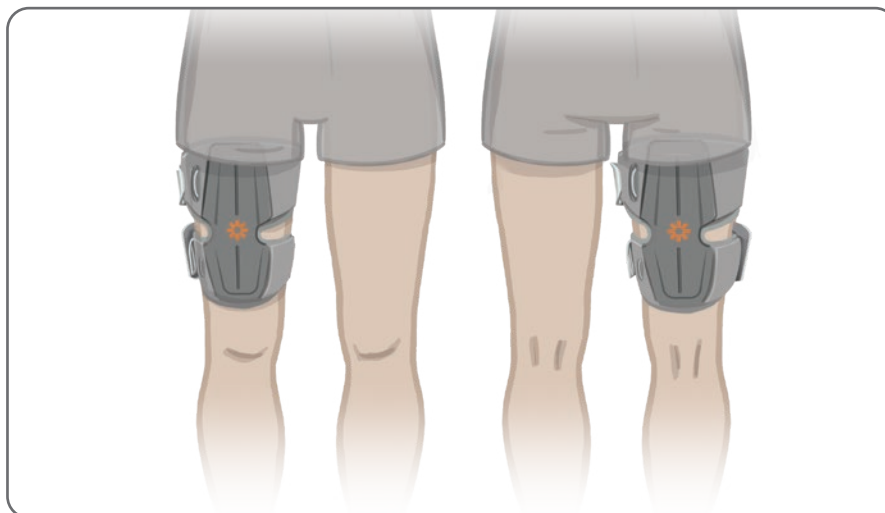

Bild 6-16: Korrekt position för lårmanschetten (t.v. – position för quadriceps på höger ben visas, t.h. – position för hamstringsmuskler på höger ben visas)
4. Centrera bryggan på lårets mittlinje. Se bild 6-16.
5. Fäst remmarna genom att föra in remspännet i haken på panelerna på lårmanschetten. Se bild 6-16. Vid behov kan du dra åt remmen genom att justera remmens fästanordningar.